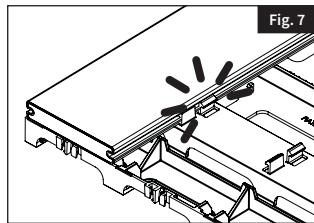

Fig. 7
- Pour installer les planches de terrasse, placez un bord de la planche dans le côté du Clip. Appuyez (ou tapez avec un maillet en caoutchouc non marquant) sur le bord surélevé opposé de la planche pour la fixer en place (Fig. 7).